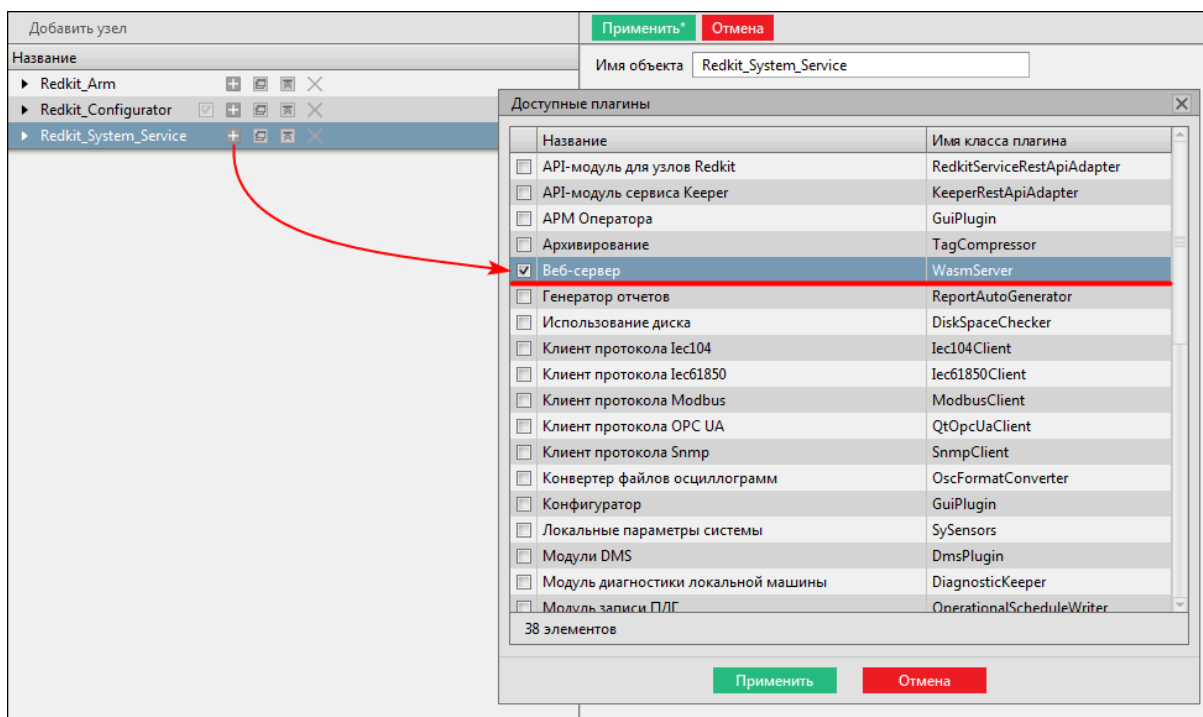

Рисунок 512 - Модуль "Веб-сервер"
4. У узла *Redkit_System_Service* нажмите на **+** и выберите модуль **Веб-сервер** (Рисунок 512).